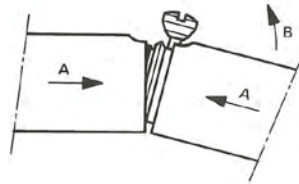

Fig. 5.
- Desserrer l'écrou (12) pour libérer la bague/resort (13). Utiliser le tournevis spécial.
- Placer l'écrou de serrage en face de l'encoche de l'élément de mesure (10), incliner la butée fixe et assembler les deux pièces en effectuant une pression en direction A et un mouvement en direction B (Fig. 5).